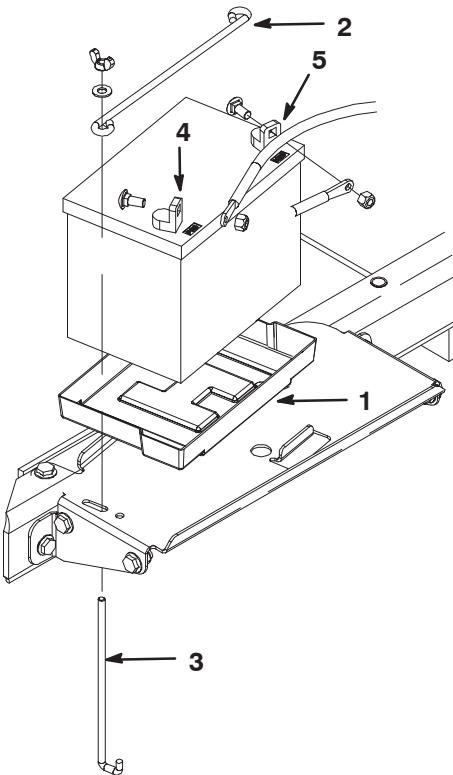

Bild 5
- Setzen Sie die Batterie in Batteriekastenuntersatz ein (Bild 5). Setzen Sie die Batterie so ein, dass sich die Pole außen befinden.
- Befestigen Sie die Batterie mit einer Batterieklemme, zwei Klemmstangen, zwei flachen Scheiben und zwei Flügelmuttern unten am Batteriekasten (Bild 5).
- Befestigen Sie zuerst das positive Kabel (rot) mit einer Schlossschraube und einer Mutter am positiven (+) Batteriepol (Bild 5), schließen Sie dann das negative Kabel (schwarz) mit einer Schlossschraube und einer Mutter am negativen (-) Pol der Batterie an (Bild 5). Ziehen Sie den Gummischuh über den Pluspol, um Kurzschlüsse vorzubeugen.